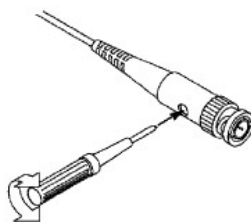

Рисунок 4-8 Регулировка пробника для компенсации
2. Оцените форму волны и регулируйте пробник до тех пор, пока не будет достигнута правильная компенсация (см. Рисунок 4-7 и Рисунок 4-8).